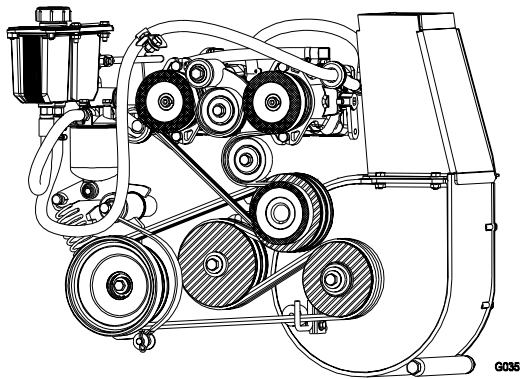

FIGURA 19
- i) Tomando como parámetro la polea del soplador, mueva el motor y el eje de la Toma de Fuerza hasta que la superficie trasera de las tres poleas estén alineadas dentro de 1/32"-1/16" (0.8 - 1.6 mm). Use una regla de metal para alinear las 3 superficies. Vea Figura 19.
- c) Usando una regla de metal, alinee la polea de cada bomba con la polea del cigüeñal del motor moviéndolas hacia adentro o afuera en el eje de la bomba. Vea Figura 19.